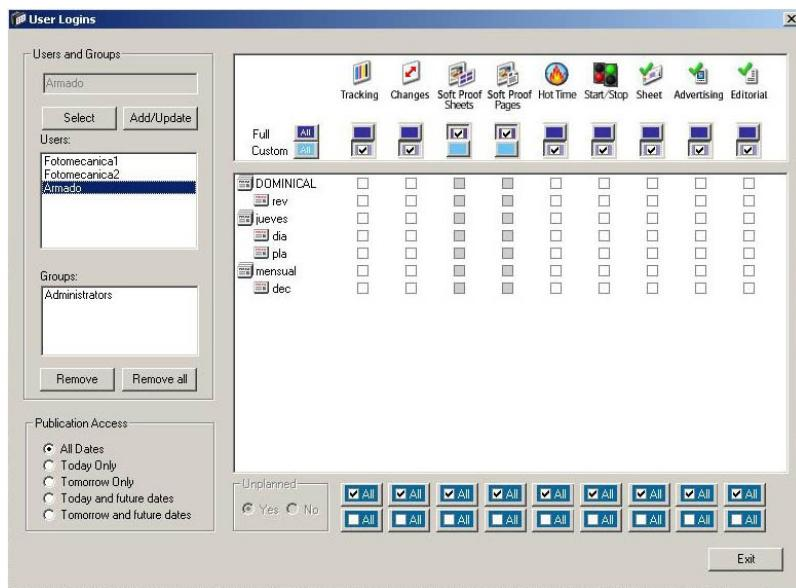

Ilustración 1 – Derecho de usuario del Arkitex
6. Cargar nuevamente los usuarios en Console File -> Configuration -> User logins (Sin contraseña) y asignarle los derechos (ver Ilustración 1 – Derecho de usuario del Arkitex)